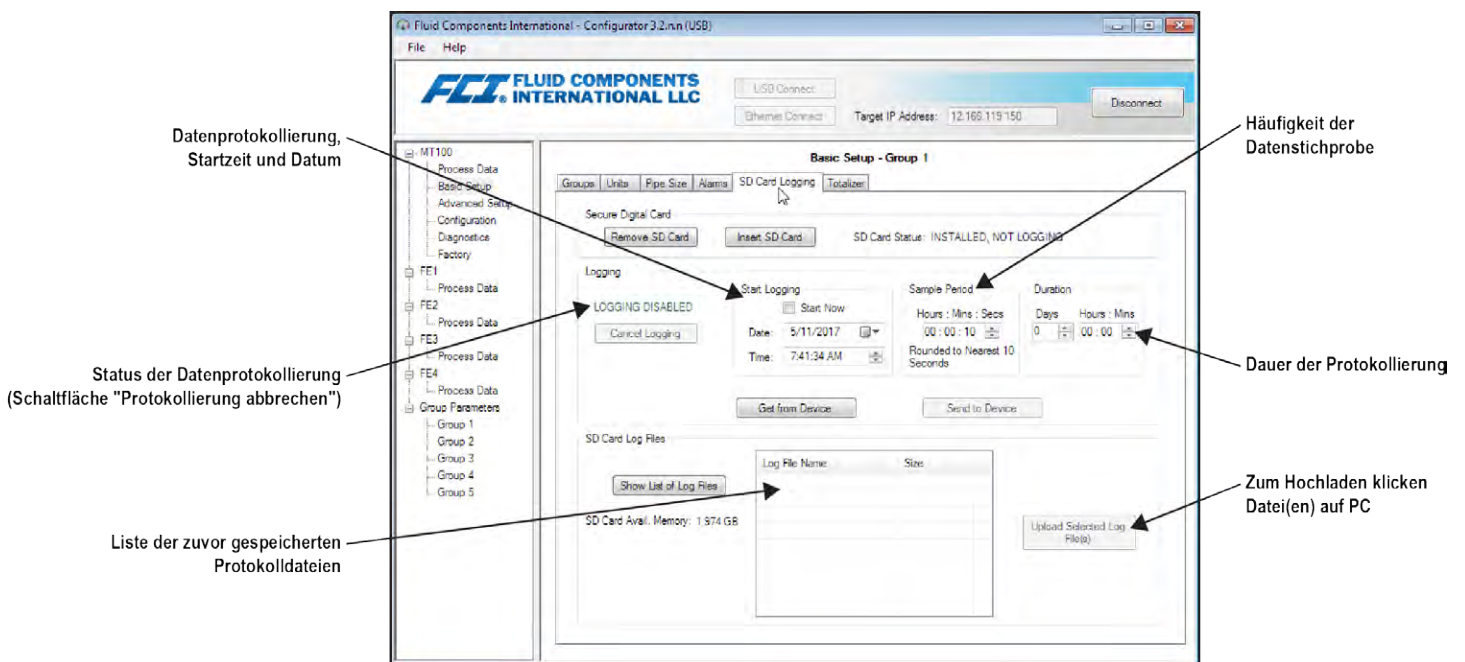

Abbildung 32 – Beispielbildschirm für die Datenprotokollierung auf die SD-Karte (MT100-Konfigurationssoftware)
Nach der Installation der microSD-Karte im System verwenden Sie die Anwendung MT100 Konfigurationssoftware, um die Datenprotokollierung zu konfigurieren und zu starten/zu stoppen. Ein Beispiel für die Registerkarte **SD Card Logging** wird in Abbildung 32 unten gezeigt. Konfigurieren Sie den Abschnitt *Logging* dieses Bildschirms, um die Datenprotokollierung einzurichten.
- Hochladen der ausgewählten Protokolldatei(en) auf einen PC mit einem USB-Kabel und der MT100-Konfigurationssoftware: Starten Sie die MT100-Konfigurationssoftware. Klicken Sie auf dem Startbildschirm auf **USB Connect**. Wählen Sie in der Menüstruktur auf der linken Seite des Fensters den Punkt *Basic Setup* aus. Wählen Sie die Registerkarte **SD Card Logging**. Siehe Abbildung 32 auf Seite 38. Klicken Sie im Bereich *SD Card Log Files* auf **Show List of Log Files**. Wählen Sie die gewünschte(n) Datei(en) aus der angezeigten Liste aus. Klicken Sie auf **Upload Selected Log File(s)**. Ein Windows-Explorer-Dateidialogfeld wird angezeigt, in dem die Speicherorte der Hostcomputer angezeigt werden. Wählen Sie den gewünschten Speicherort für die Datei aus, und klicken Sie auf **OK**. Die Datei wird dann an den angegebenen Speicherort des Hostcomputers kopiert.